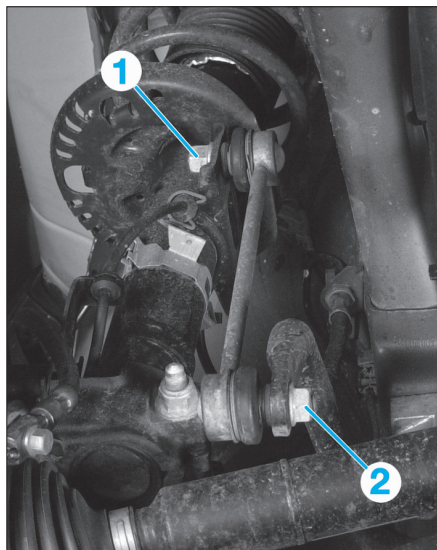

Fig. 3
- l'écrou de la biellette de barre stabilisatrice (1) et dégager celle-ci (Fig.3),
- la vis de fixation inférieure de l'élément de suspension sur le pivot (2).